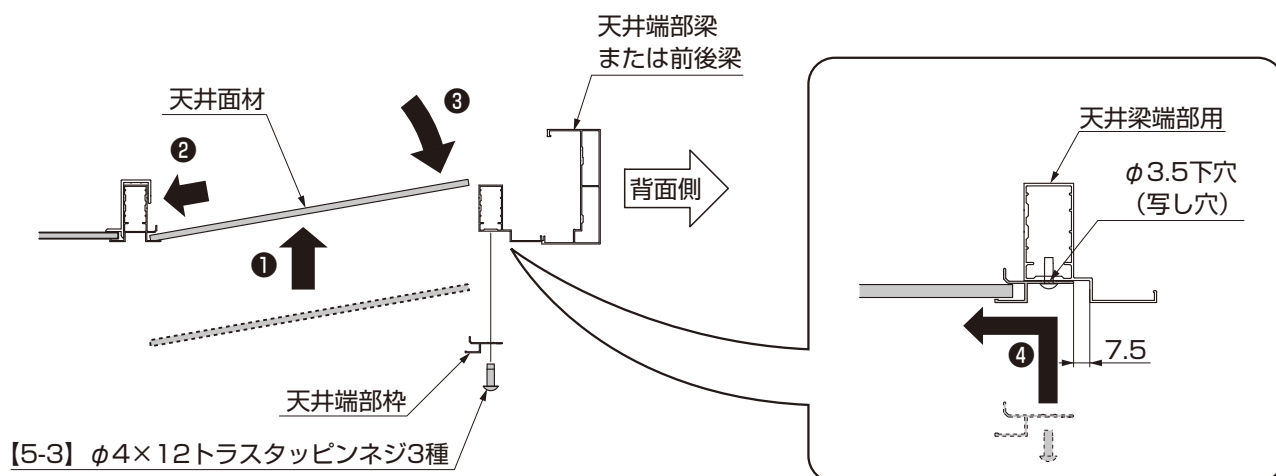
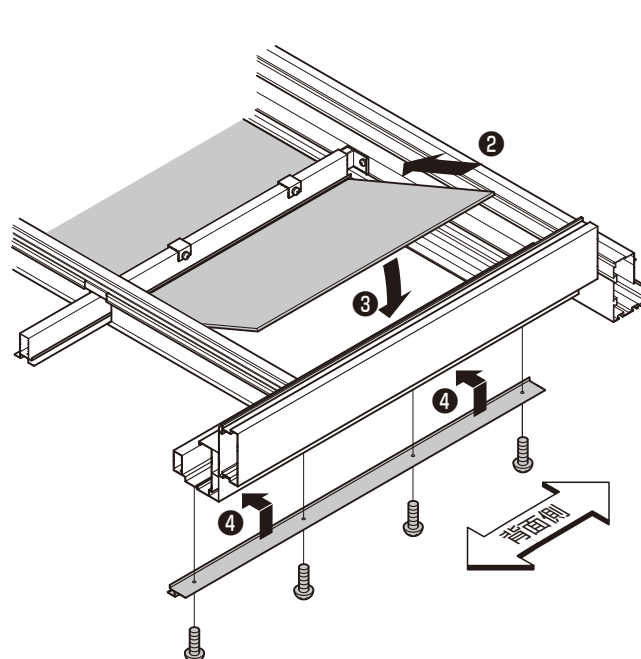

図7-6 天井面材のはめ込み方法 (奥行き方向) 〈背面側〉
図7-7 天井面材のはめ込み方法 (落とし込み)
- ②天井梁端部用にφ3.5の下穴（写し穴）をあけてください。（図7-6参照）
- ③天井面材を中間天井梁中間用にはめ込んでください。（図7-6、図7-7参照）
- ④天井端部枠を天井梁端部用に【3-5】で天井面材が落ちないように正面側にずらしながら取付けてください。（図7-6、図7-7参照）